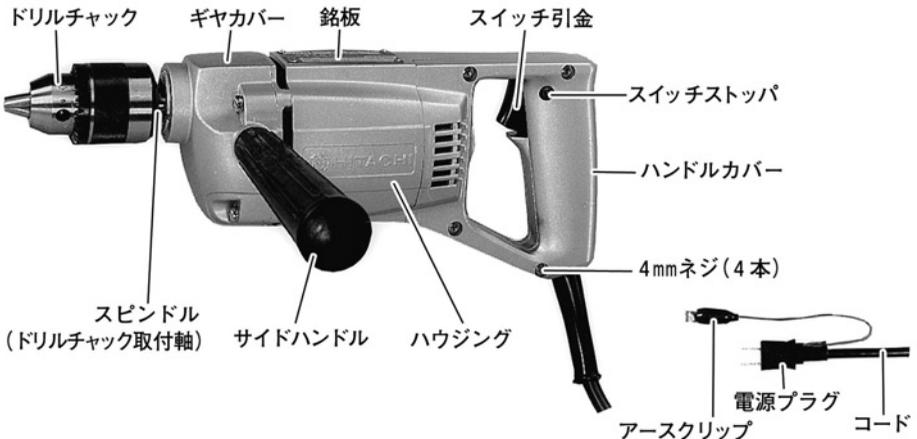

図 27
引金を引いてからスイッチストッパ(図 27 参照)を押しますと、引金から指を離してもスイッチは入ったままになり、連続運転に便利です。
- (1) ハンドルカバーを締付けている4mmネジ(4本)(図27参照)をゆるめハンドルカバーをはずします。